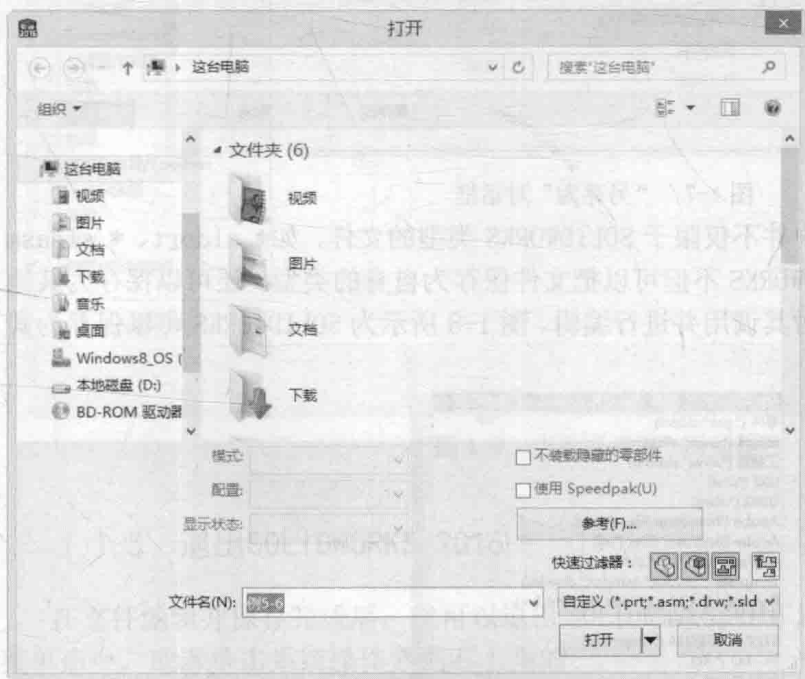

图 1-5 “打开”对话框
**02** 选择文件类型。此时系统弹出图 1-5 所示的“打开”对话框。在该对话框中的“文件类型”下拉菜单用于选择文件的类型，选择不同的文件类型，则在对话框中会显示文件夹中对应文件类型的文件。选择“预览”选项, 选择的文件就会显示在对话框中的“预览”窗口中，但是并不打开该文件。